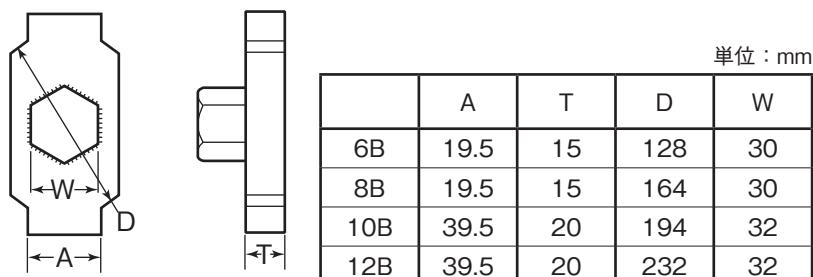

図3-4 専用工具
- [6] 専用工具を用いてシートリテーナを反時計方向に回して外します。専用工具は図3-4を参照してください。